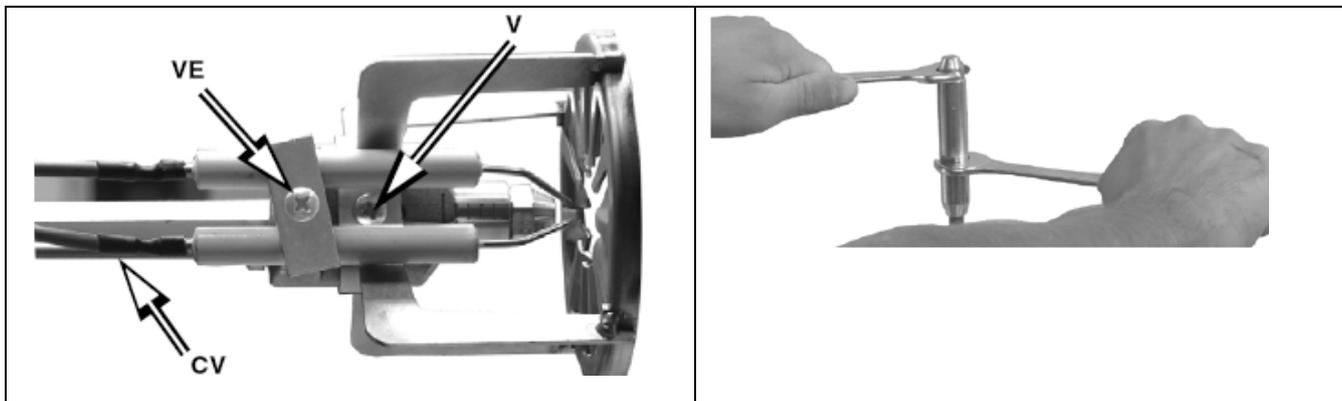
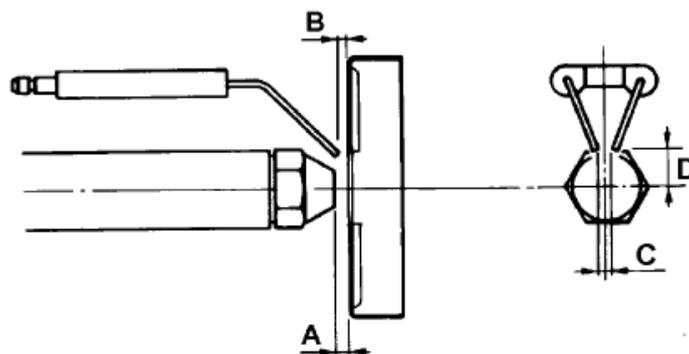

Fig. 10
Fig. 11
1. Prima di procedere allo smontaggio dell'ugello e degli elettrodi, scollegare i cavi CV (Fig. 10), rilevare le quote riportate in Fig. 11 e annotarle nella tabella Tab. 3.
2. Svitare la vite V che fissa la testa di combustione e rimuovere la testa dal portaugello (Fig. 10)
Per rimuovere l'ugello, usare obbligatoriamente due chiavi fisse come mostrato in Fig. 10, per evitare di danneggiare la piastra di supporto componenti del bruciatore!
5. rimontare tutti i componenti, ricordando di fissare le viti V e VE (Fig. 10), ricollegare i cavi CV, osservando scrupolosamente le misure rilevate in precedenza e riportate nella tabella sottostante;